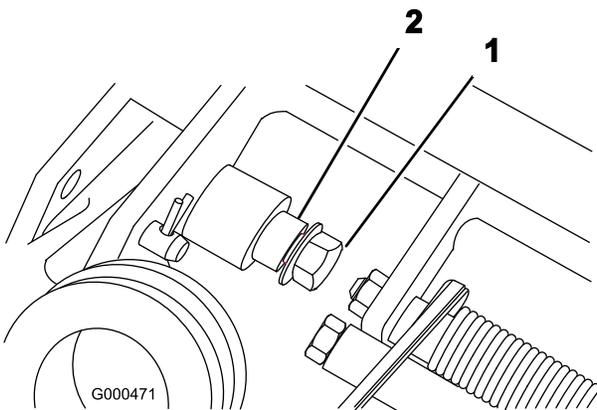

Bild 8
1. Nehmen Sie die Sicherungsbundmutter von der Schraube ab, und drehen Sie den Stift an jeder Seite des Rasenmähers (Bild 8).